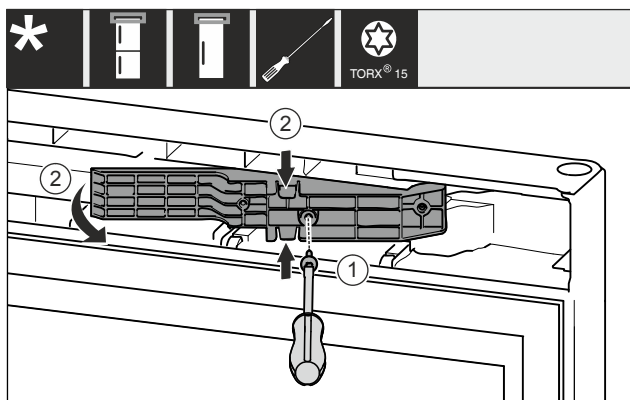

Fig. 12 \*
- ▶ Šroubovákem T15 uvolněte šrouby. Fig. 12 (1)\*
- ▶ Vytáhněte adaptér. Fig. 12 (2)\*